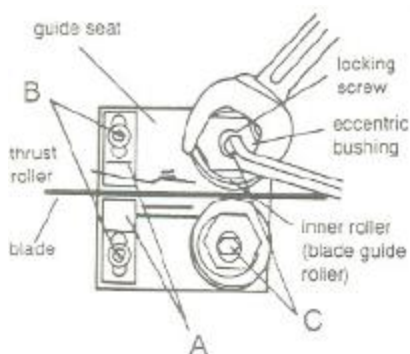

Fig 8
Desserrer les vis (B, Fig 8) et retirer les glissières (A) de la bande, (seulement SX-821DA)